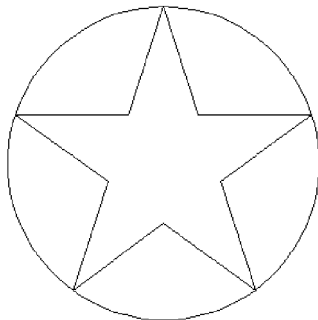

图 3-23 五角星的外接圆
1) 确定五角星的中心，画五角星的外接圆。单击【绘图】工具栏中的【圆】按钮，在命令行输入“3P”，选择三点确定圆，捕捉五角星的任意三个顶点并单击，绘制出五角星的外接圆，如图 3-23 所示。